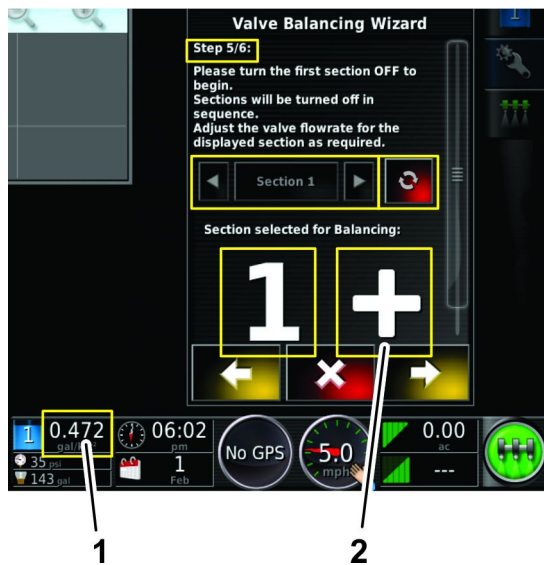

Bild 57
- Die Dosierung für das Abschnittsventil ist zu niedrig (Bild 57).